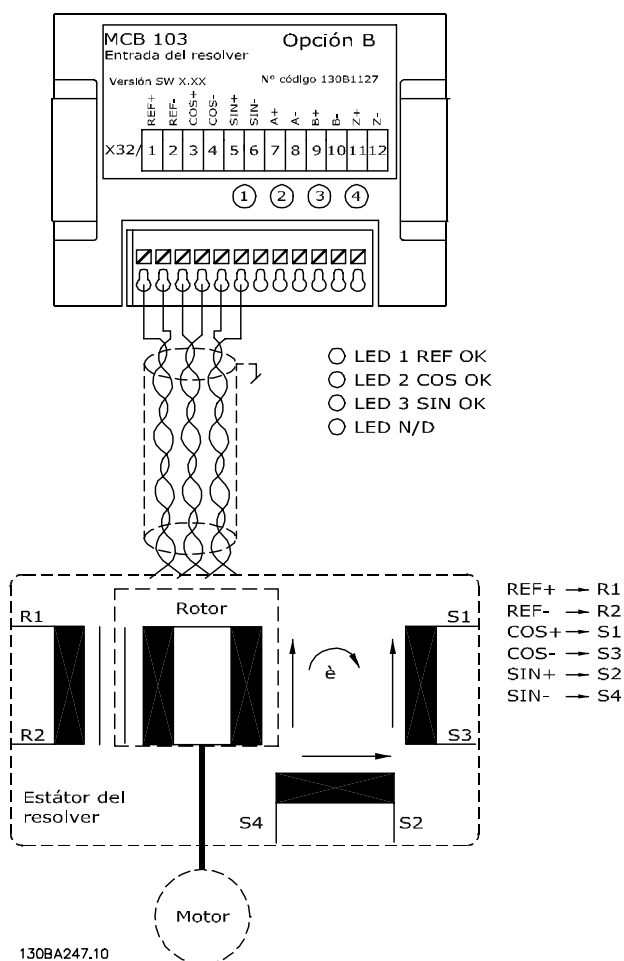

Ilustración 7.9 Resolver Input MCB 103 se utiliza con un motor de magnetización permanente
En la *Ilustración 7.9*, se utiliza un motor de magnetización permanente (PM) con un resolver como realimentación de velocidad. Un motor PM debería funcionar en modo de flujo.